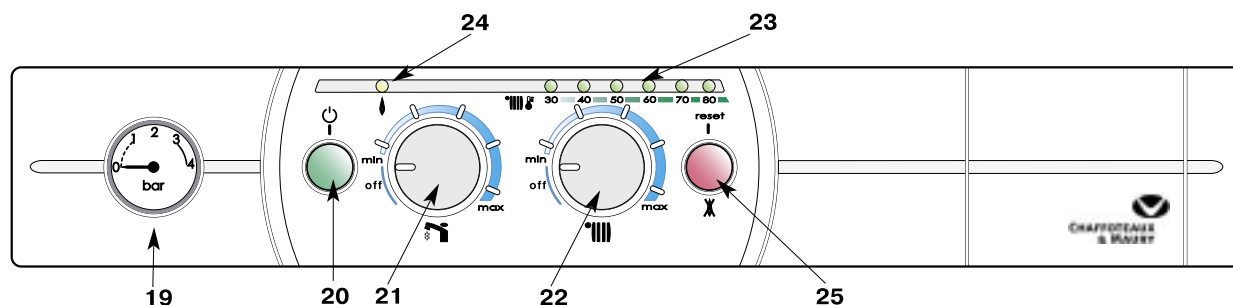

Рис. 19
### Панель управления (рис. 19)
- Установите ручки 21 и 22 в положение “off” и оставьте кнопку 20 (рис. 19) включенной. Будет работать функция предотвращения замерзания.
| Горит красный индикатор, сработала система безопасности |   | Подождите несколько минут. Нажмите на кнопку разблокировки 25 (рис. 19): красный индикатор погаснет, возобновится цикл розжига.В случае постоянного срабатывания системы безопасности вызовите квалифицированного специалиста. |